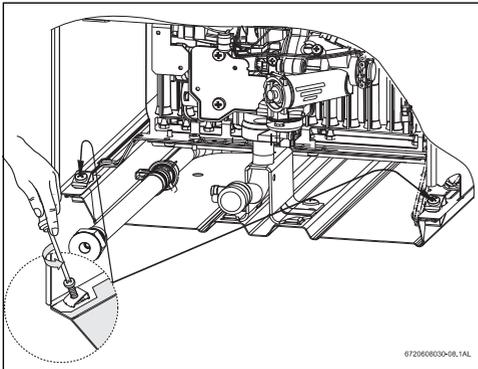

Fig. 6 Retrait du capot avant
- ▶ Dévissez les vis de fixation du capot, comme indiqué à la Fig. 6.